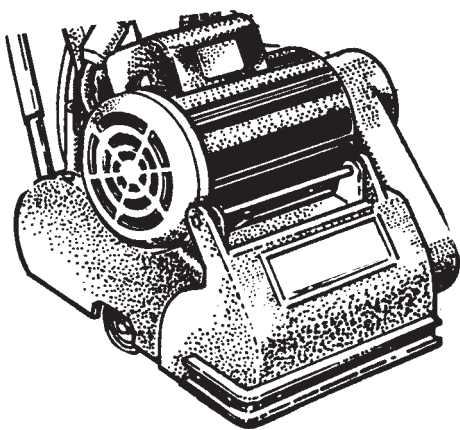

Figura 4
6. Levante el chasis con las manijas de transporte y Colóquelo en el área de carga. Consulte la figura 4.